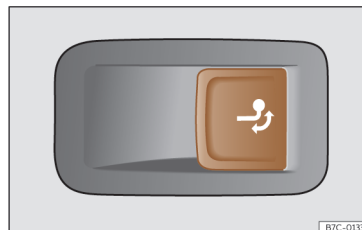

Fig. 188 En el lado derecho del maletero: tecla para desbloquear el gancho de remolque.
- Tire de la tecla»» **fig. 188** brevemente. El gancho de remolque se desbloquea eléctricamente y se gira automáticamente hacia fuera. El testigo de control de la tecla parpadea.
- Tire de la tecla»» **fig. 188** brevemente. El gancho de remolque se desbloquea eléctricamente.
- Si el testigo de control de la tecla »» **fig. 188** → *parpadea*, significa que el gancho de remolque aún no ha encastrado correctamente o que está dañado »» ⚠.
- Si el testigo de control »» **fig. 188** → *permanece encendido* con el portón trasero abierto, el gancho de remolque está correctamente encastrado tanto cuando está extraído como cuando está escamoteado.
- No pulse nunca la tecla»» **fig. 188** cuando haya un remolque enganchado o vaya montado un portaequipajes u otros accesorios sobre el gancho de remolque.